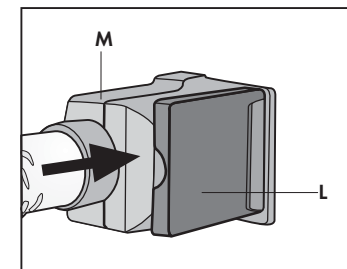

Fig. 22
- Fermer le cache de la prise accessoires (L) sur le corps de la fixation rapide en vous assurant que les deux éléments s'accrochent (Fig. 22).